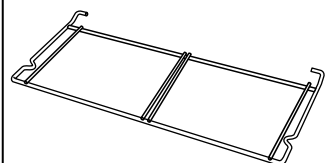

Abb.2-20
- 2 Grillpfannen mit Dreifuß (**Abb.2-20**)